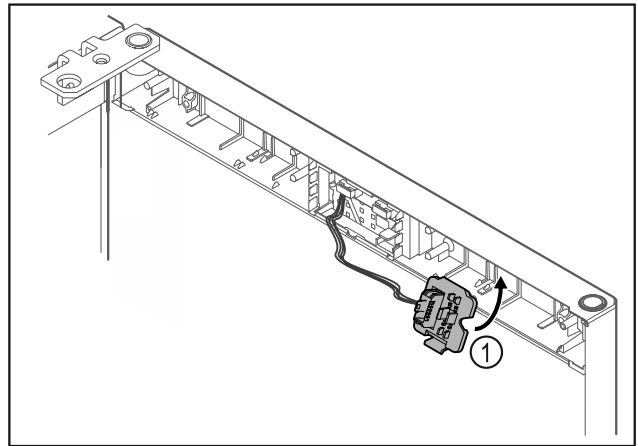

Fig. 23
- Κουμπώστε το στήριγμα του φιν Fig. 23 (1) στην απέναντι πλευρά.